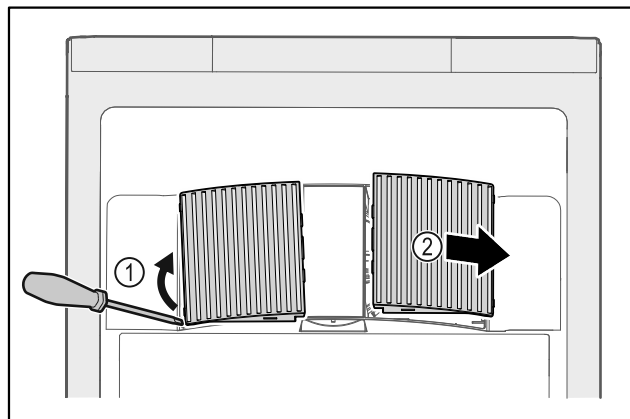

Fig. 230
- Estrarre con cautela i coperchi delle ventole dai lati Fig. 230 (1) e rimuoverli in avanti Fig. 230 (2).